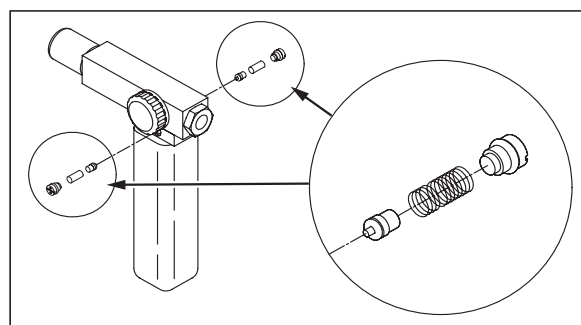

Figure 2. Démontage
2. Retirez délicatement le ressort et le joint torique. Cet ensemble inclut plusieurs petits composants. Retirez-les avec soin. Voir Figure 2.